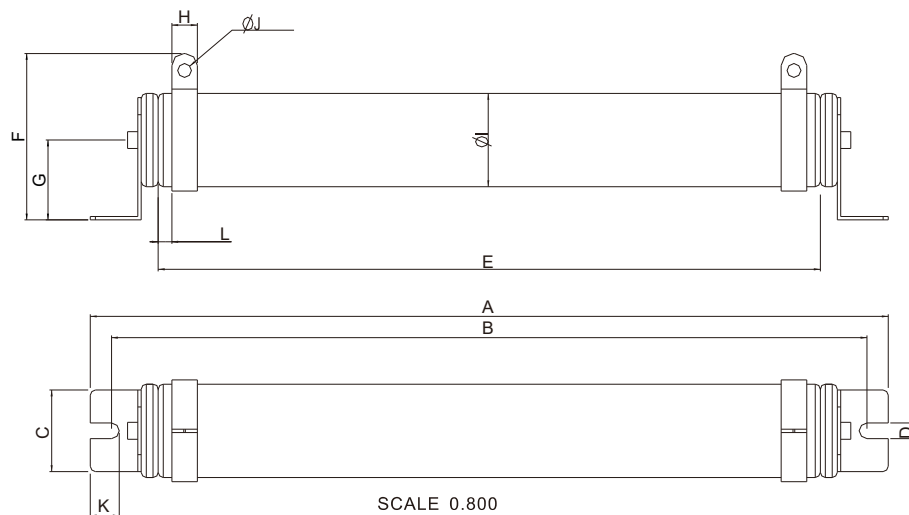

图 7-1
1.1 绕线电阻：1000W (含) 以上使用。详细规格请参考以下绕线电阻外观图 (图 7-1) 及其型号与规格对照表 (表 7-2)。